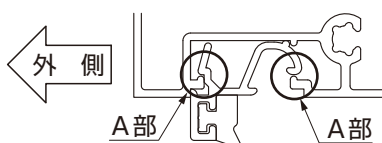

図7-4
- 先付け部材がA部の位置になるように外側に押してください。(図7-4参照)